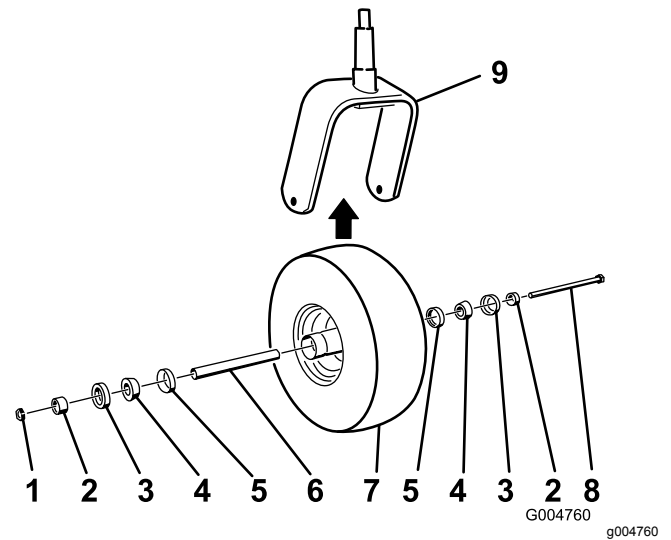

Figura 42
2. Retire la contratuerca del perno (Figura 42).
5. Ensamble la rueda giratoria presionando los cojinetes cónicos y las juntas, llenos de grasa, sobre el cubo de la rueda, según se muestra en Figura 42.